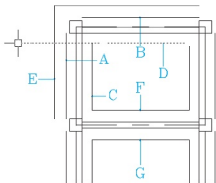

图 5.8 拉长 D 大放脚
(5) 拉长 D 大放脚。在无命令状态下选中 D 大放脚，出现 3 个蓝色夹点。单击左侧夹点使其变红，打开【正交】功能，然后向左水平拉长 D 大放脚至如图 5.8 所示。